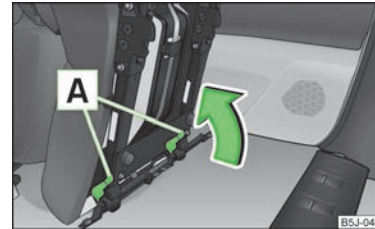

Abb. 40
- › Den Sitz am Ende der Führung durch Drücken der Sitzverriegelungen [A] » Abb. 40 in Pfeilrichtung verriegeln.
- › Ist der Sitz ausgebaut, dann ist dieser zuerst auf die Führung zu setzen und zu verriegeln » Abb. 40. Durch Hochziehen sicherstellen, dass der Sitz richtig verriegelt ist.